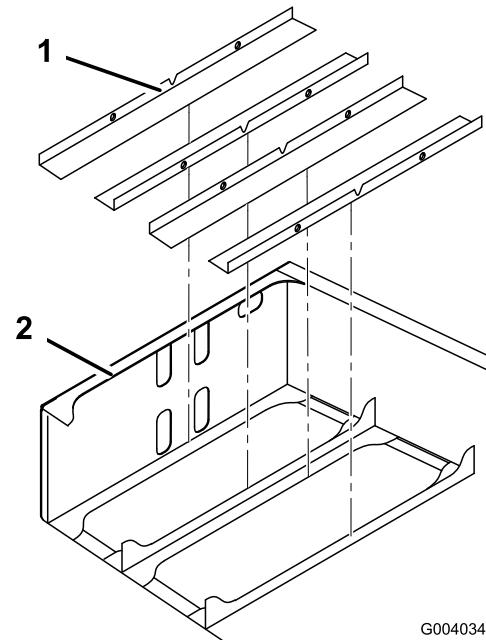

Figura 4
2. Montate i supporti del vassoio delle batterie all'interno del telaio posteriore, come illustrato Figura 4.